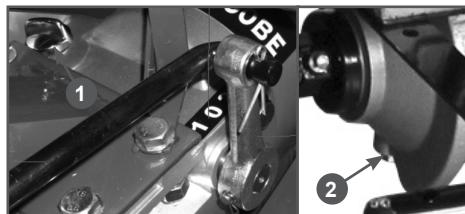

Рис. 21 Отверстия для замены трансмиссионного масла
2. Очистите от загрязнений зону вокруг маслозаливной горловины коробки передач. Выкрутите крышку-щуп 1 (Рис. 21) горловины, протрите щуп насухо.
3. Открутите сливной болт редуктора 2 (Рис. 21) и слейте масло в специальную емкость.